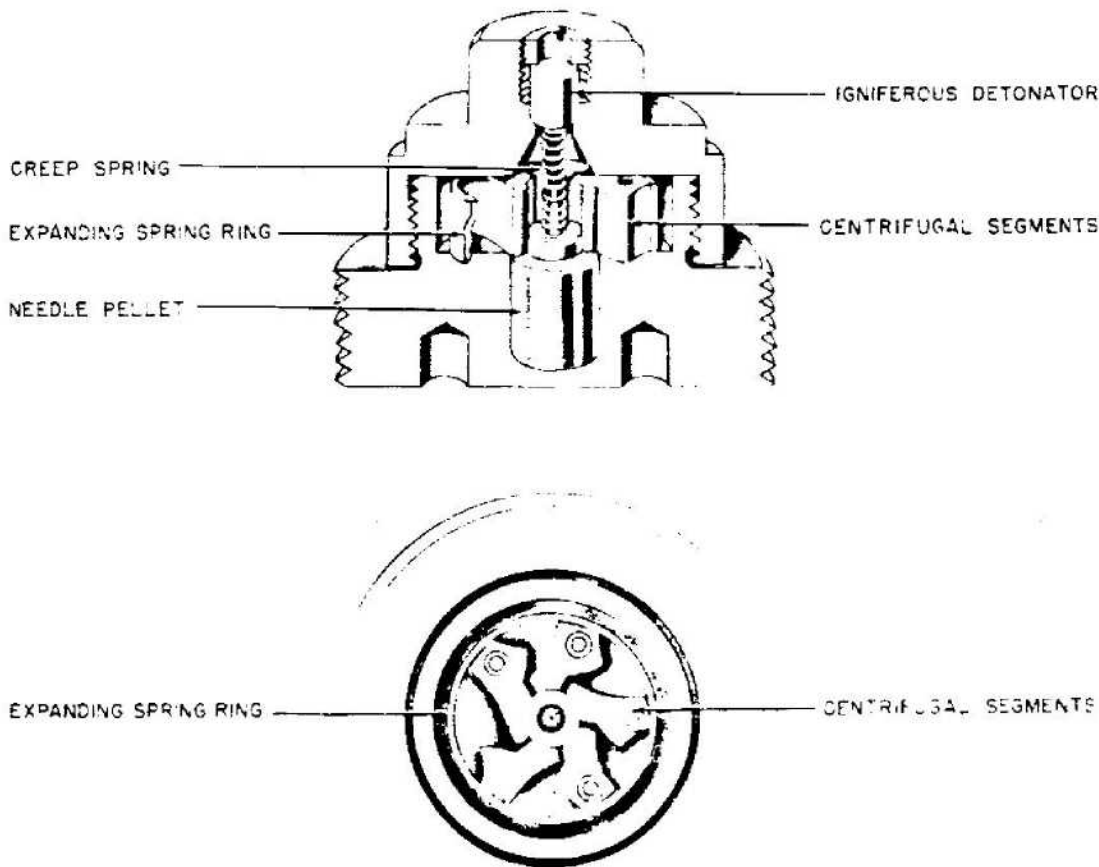

Figure 612—Bd. Z. DOV
**EMPLOYMENT:** 15-cm Rakaten Oranate. (See fig. 612.)